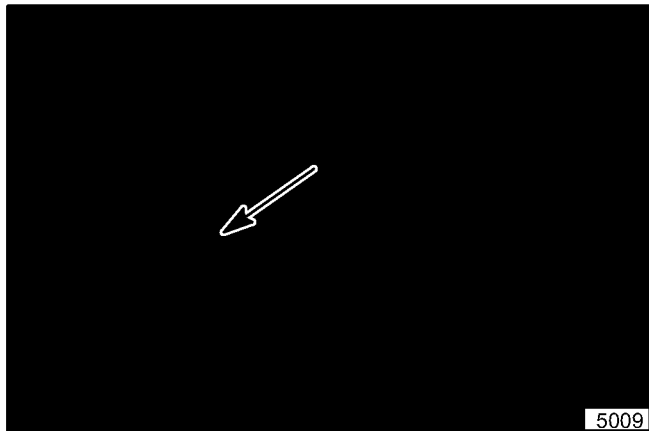

Abbildung 3. Hebel der Spindelklemmen (linke Seite gezeigt)
6. Die Hebel für die Spindelklemmen (links und rechts) an der Maschine nach hinten ziehen, um die Spindelklemmen zu lösen (siehe Abbildung 3).